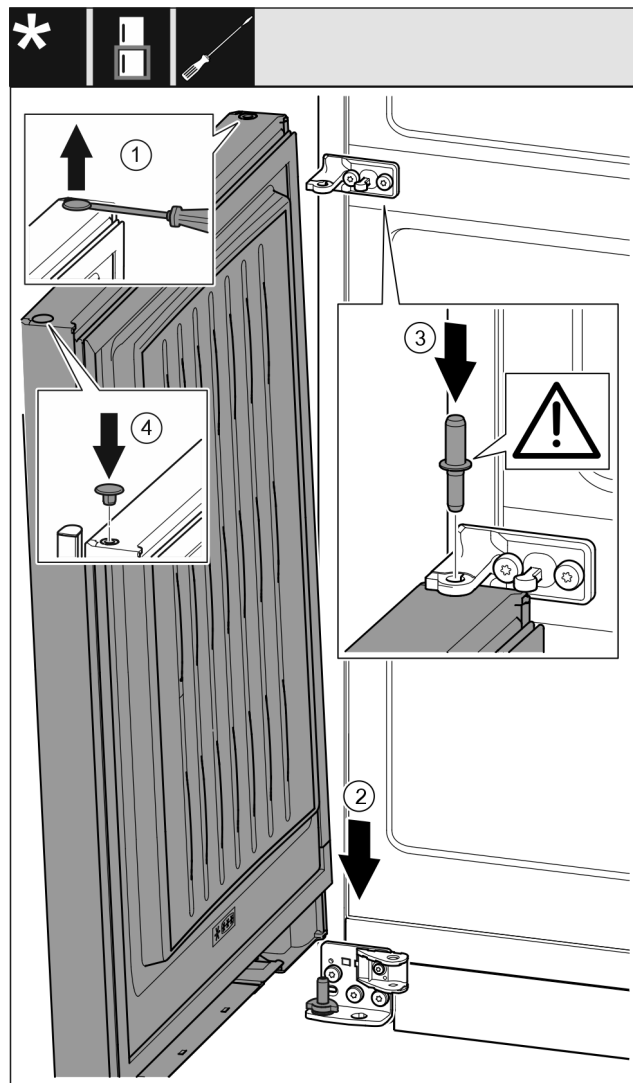

Fig. 37
- Sollevare il tappo Fig. 37 (1) con cautela con un cacciavite a intaglio ed estrarlo.
- Inserire la porta Fig. 37 (2) dall'alto sul perno di supporto inferiore.
- Inserire il perno di supporto centrale Fig. 37 (3) attraverso il blocco di supporto centrale nella porta inferiore. Facendo ciò assicurarsi che la camma di arresto sia rivolta all'indietro.
- Reinserire il tappo Fig. 37 (4) sull'altro lato della porta.